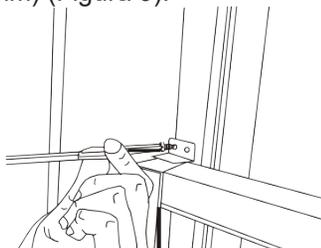

Figura 9
C. Para fijar la hoja inferior de la ventana en su lugar, fije el seguro para la hoja de la ventana de ángulo derecho con un tornillo de 3/4" (19 mm) o de 1/2" (12,7 mm) (Figura 9).